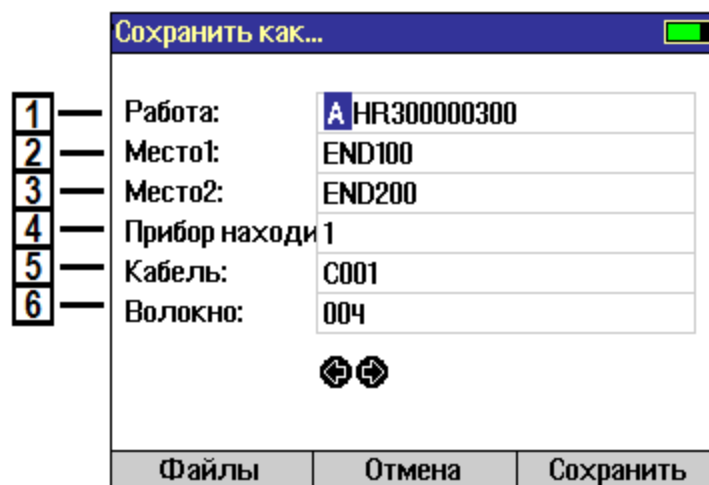

Рис. 23
1. Нажмите кнопку Запись, при этом появится диалог сохранения рефлектограммы в файл, рис. 23.
На рис. 23 указаны: